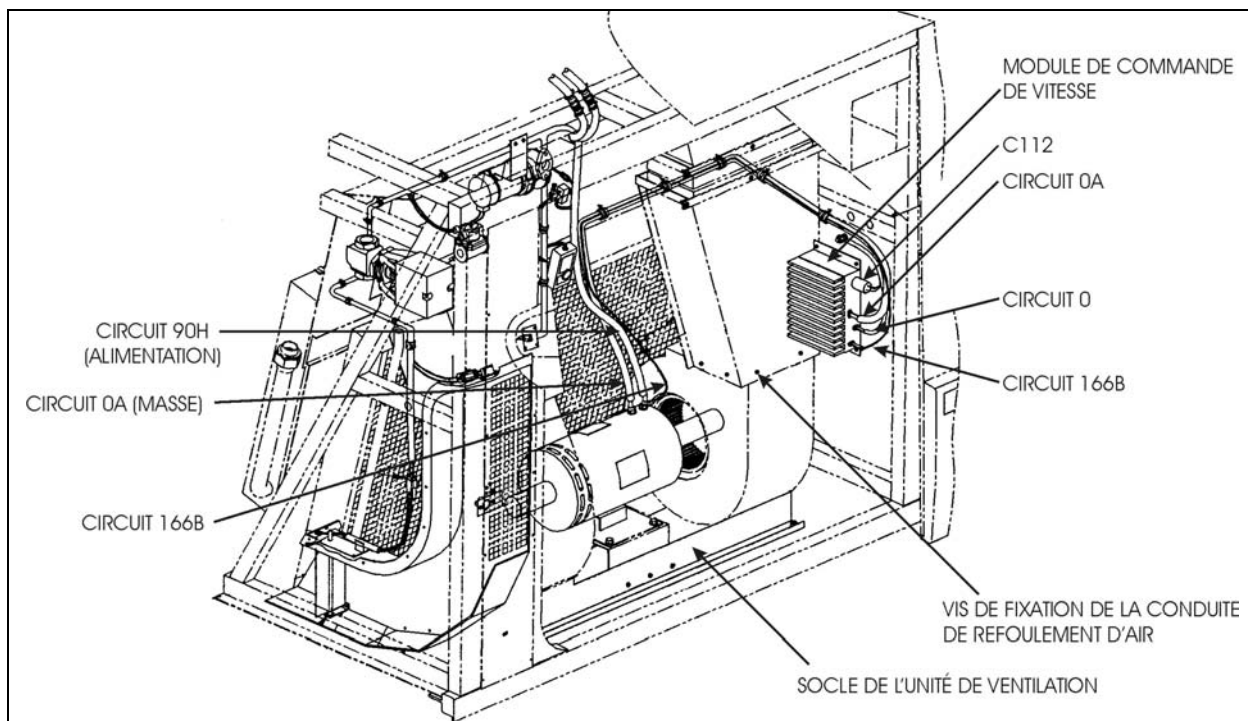

FIGURE 1 : COMPARTIMENT DE L'ÉVAPORATEUR
Cette feuille d'instruction s'applique aux véhicules de série H3 ayant un module de commande de vitesse de type « boîte noire » (voir figure 1). Pour les modèles plus récents, un simple remplacement du moteur est nécessaire.
2. Débrancher les fils 0A, 90H & 166B des bornes du moteur de l'unité de ventilation (figure 1).
3. Dévisser les vis fixant la conduite de refoulement d'air aux boîtiers des ventilateurs (figure 1).
5. Retirer du compartiment le socle de l'unité de ventilation (figure 1).
9. Déconnectez les fils 166B, 0, 0A et le connecteur C112 du module de commande de vitesse (figure 1).
10. Retirez le module de commande de vitesse (figure 1).